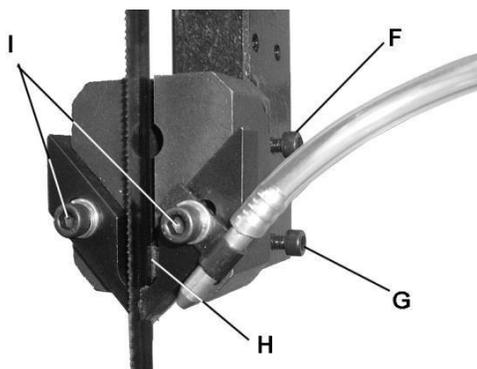

Figure 10
2. Desserrer la vis (F, Figure 10) et dégager l'ensemble guide-lame de la lame en le glissant jusqu'en butée.
3. Serrer la vis (G, Figure 10). Faire glisser la butée de la lame (H, Figure 10) vers la lame
jusqu'à avoir un jeu de 0,8mm. Serrer la vis (G, Figure 10).
4. Faire coulisser l'ensemble guide-lame vers la lame jusqu'à ce que les guides-lame soient juste derrière les canaux comme représenté en Figure 10. Serrer la vis (F, Figure 10).
6. Desserrer les deux vis TC à 6 pans (I, Figure 10) et régler chaque doigt en direction de la lame. Ils ne doivent pas être en contact avec la lame. Régler un jeu de 0,25mm de chaque côté.
7. Serrer les deux vis à 6 pans (I, Figure 10) une fois le bon réglage effectué.